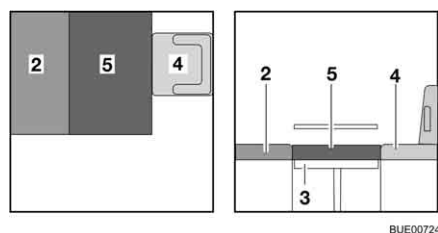

Bild 122 Efter ombyggnaden
- Lägg extradynan (Bild 122,5) på bordet.
- Skjut förarstolen (Bild 122,4) bakåt vid behov.